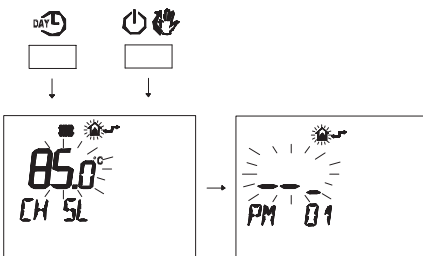

图 5.46
- 同时按 **DAY** 和 **⏻** 按钮，进入透明编程 (图 5.46)。